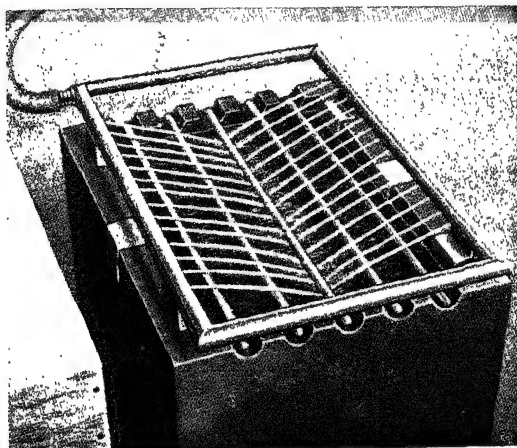

Abb. 81. Negativwässerung (7), Agfa-Sprühkranz Nr. 513
Der Wässerungstank (7), der in diesem Fall auch für die Zwischen- und Schlußwässerung verwendet wird, braucht nicht unbedingt mit einem Bodensieb ausgerüstet zu werden, doch ist ein Sprühkranz (Abb. 81), der die gleichmäßige Verteilung des Wasserzuflusses gewährleistet, sowie ein sogenannter Überlauf, der das gebrauchte Wasser unmittelbar am Boden des Tanks abführt, für die einwandfreie Wässerung des Negativmaterials unerlässlich.